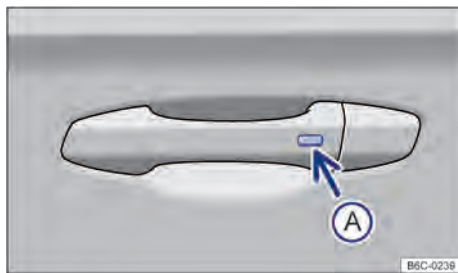

Fig. 55 Na maçaneta da porta: botão para destravar ou travar.
- 1 Pressionar o botão → Fig. 55 A no lado externo da maçaneta da porta.
- 2 Pressionar o botão → Fig. 55 A no lado externo da maçaneta da porta.
- Dentro de 5 segundos, pressionar o botão no lado externo da maçaneta da porta → Fig. 55 A. Assim, não agarrar na maçaneta da porta. O sistema de travamento e partida Keyless Access sem chave está temporariamente desativado.